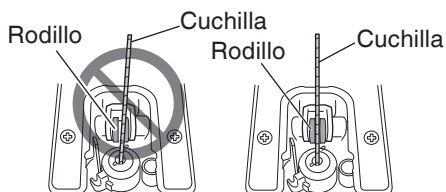

Fig. 3
- Compruebe la cuchilla provista entre la ranura del rodillo. (Fig. 3)